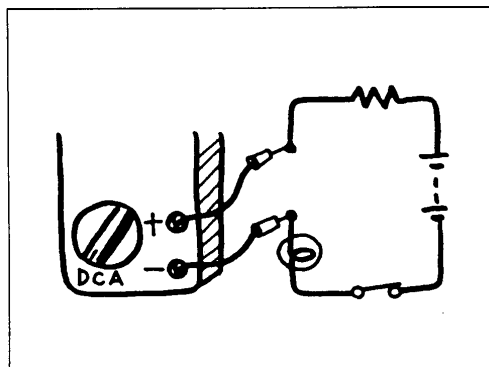

Рис.1-44Т
- 2) Разорвите измеряемую цепь и подключите чёрный измерительный провод к проводу с низким потенциалом, а красный измерительный провод - к проводу с высоким потенциалом. (Рис.1-44Т)